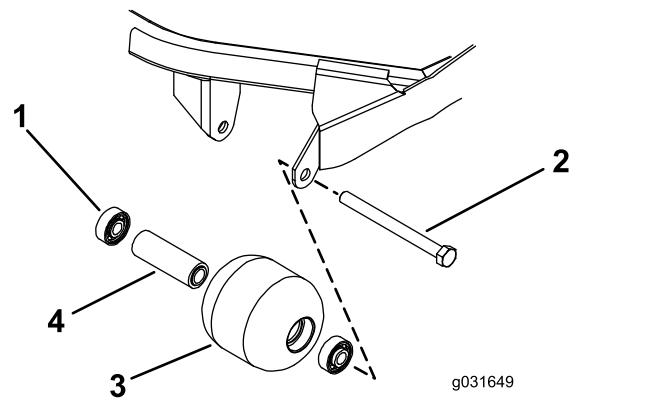

Figura 71
1. Retire el perno de montaje del rodillo (Figura 71).
4. Inspeccione el alojamiento del rodillo, los cojinetes, y el espaciador del cojinete (Figura 71).
anillo exterior y el interior, introduzca el primer cojinete en el alojamiento del rodillo (Figura 71).
2. Introduzca el espaciador (Figura 71).
3. Haciendo presión solamente sobre el anillo de rodadura exterior, o de forma igual sobre el anillo exterior y el interior, introduzca el segundo cojinete en el alojamiento del rodillo hasta que entre en contacto con el espaciador (Figura 71).